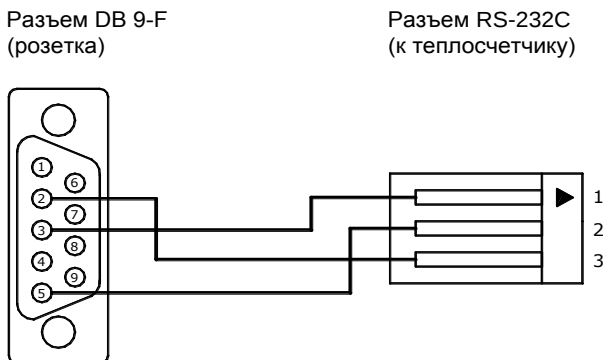

Рис. 5.6
5.5.4 Для прямого соединения «прибор – ПК» следует использовать кабель, изображенный на рис. 5.6.